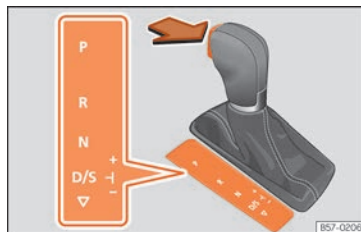

Abb. 247 Wählhebelsperre.
- Treten Sie das Bremspedal *und* halten Sie gleichzeitig die Sperrtaste in Pfeilrichtung gedrückt »» **Abb. 247**.